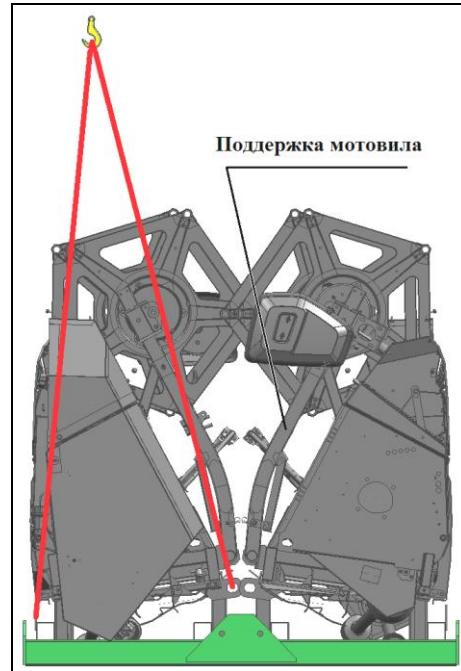

Рисунок 7.16
- 3) обвязать жатки проволокой между собой (через отверстия ушей на траверсах обоих жаток), обвязать поддержки мотовила (рисунок 7.16).